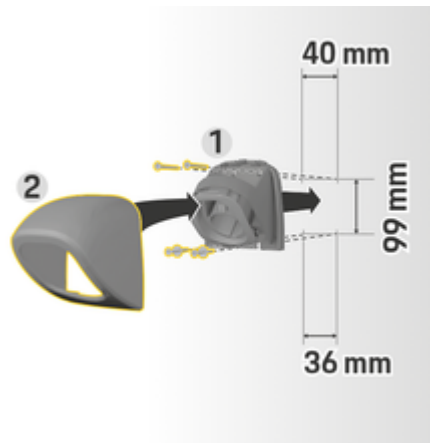

Fig. 35: foratura
1. Rimuovere il supporto del connettore **1** (Fig. 35) dalla copertura **2** (Fig. 35).
4. Avvitare il supporto del connettore **1** (Fig. 35) al muro.
5. Posizionare la copertura **2** (Fig. 35) dal basso sul supporto del connettore **1** (Fig. 35) e premere verso l'alto.